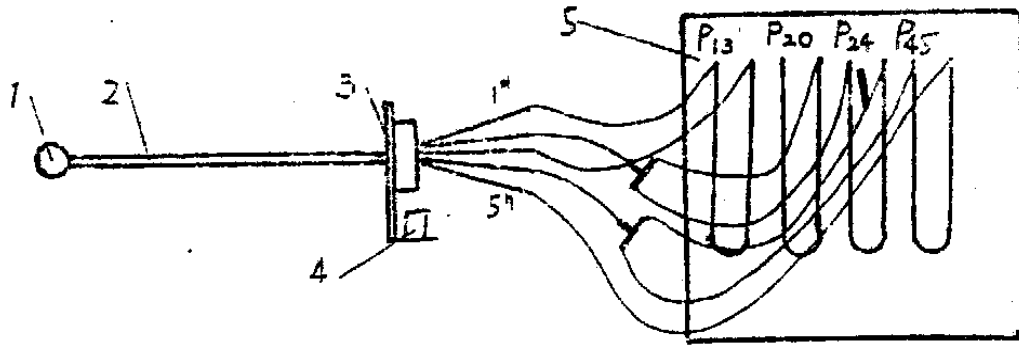

图2 五孔探针测量系统
五孔球形探针的基本测量系统见图 2，它由五孔探头①、干管②、测角器③、水平仪④、压力测量表⑤组成。